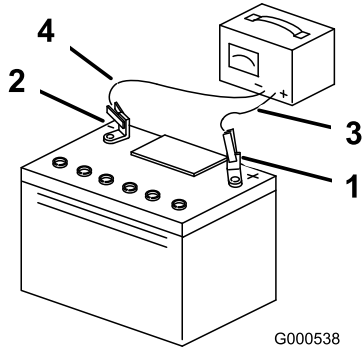

Figura 49
- Quando a bateria estiver totalmente carregada, desligue o carregador da tomada elétrica e em seguida desligue os cabos do carregador dos bornes da bateria (Figura 49).